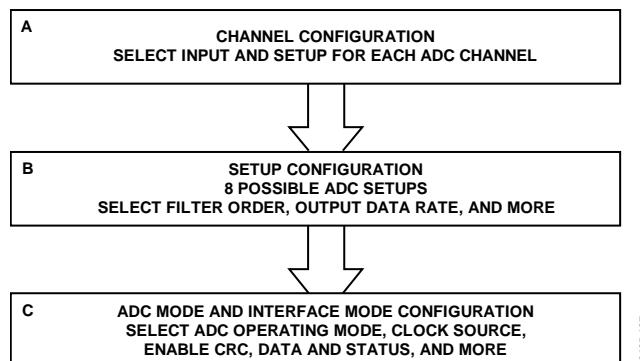

図 35. 推奨する ADC 設定のフロー
ADC の設定を変更するときの推奨フローの概要を図 35 に示します。このフローは 3 つのブロックに分かれています。
- チャンネル設定（図 35 のボックス A を参照）
- セットアップ設定（図 35 のボックス B を参照）
- ADC モードとインターフェース・モードの設定（図 35 のボックス C を参照）